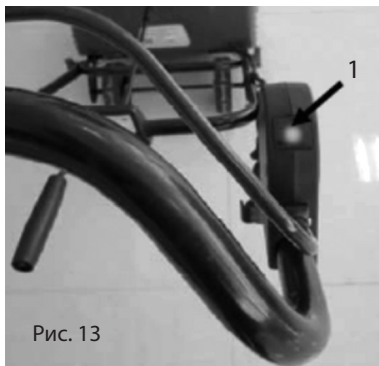

Рис. 13
2. При правильном подключении к сети 220 В на блоке управления загорится зеленый индикатор 1. Снегоуборщик готов к запуску. (рис. 13)